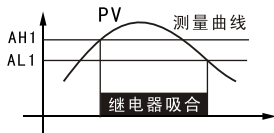

图1
- (1) 设定 AH1=AL1, 继电器无效。
(2) 设定 AH1>AL1, 当测量值 \geq AH1时, 继电器吸合; 当测量值 \leq AL1时继电器释放。继电器动作情况见图1, 常用于上限报警。